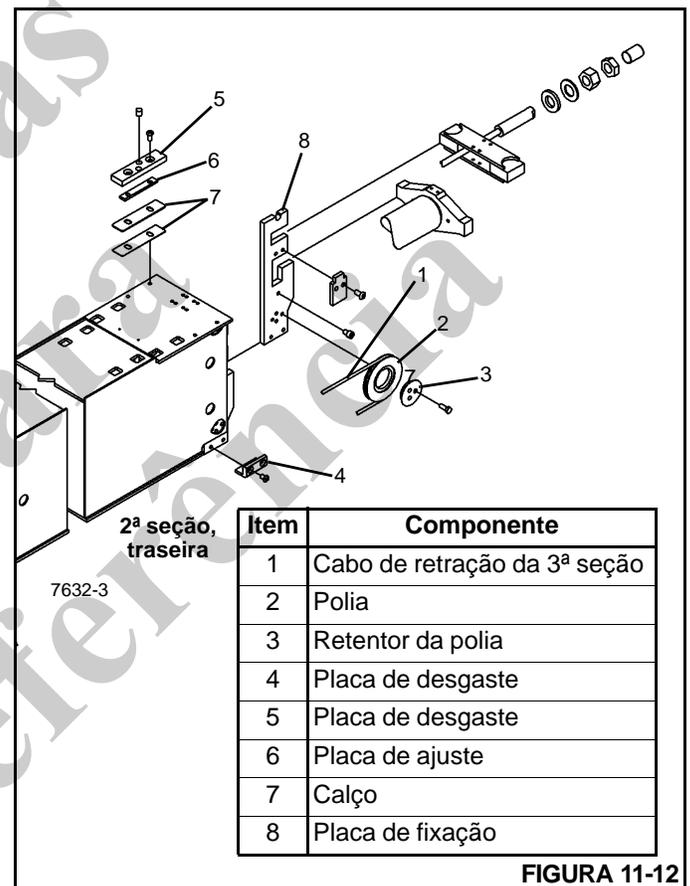

FIGURA 11-12
20. Instale a polia do cabo (2) na placa de fixação (8) com o retentor da polia (3) (Figura 11-12).
21. Passe o cabo de retração da 3ª seção (1) ao redor da polia do cabo (2).